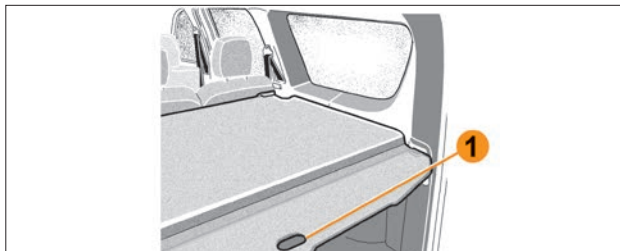

Рис. 5.7.3. Натяжная полка багажного отделения (в варианном исполнении)
**Сворачивание полки багажного отделения:** несильно потяните на себя полку за ручку **1** (рис. 5.7.3) или за край полки, чтобы освободить ее из креплений. Двигайте полку по мере сворачивания ее гибкой части.